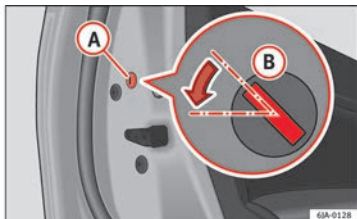

Fig. 133 Porta traseira: trancar de emergência.
- Retire a tampa **A** » **Fig. 133**.